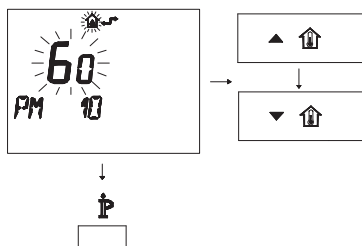

Figura 5.65
- Per modificare il SET programmato agire sui pulsanti ▲ (up) o ▼ (down) e aspettare che il numero programmato cominci a lampeggiare (Figura 5.65).